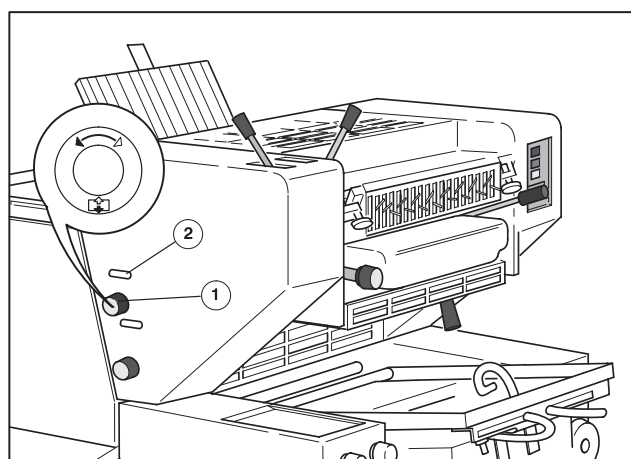

Рис. 19 Боковая приводка на ПС 2
Оттиск можно сместить поворотом ручки на ПС 2 на стороне обслуживания (Рис. 19/①) на ± 2 мм к оттиску на ПС 1.
- ① Повернуть ручку (Рис. 19/①).
- ② Настройка считывается на шкале (Рис. 19/①)
- ③ После регулировки боковой приводки на ПС 2 офсетное полотно нужно смыть.